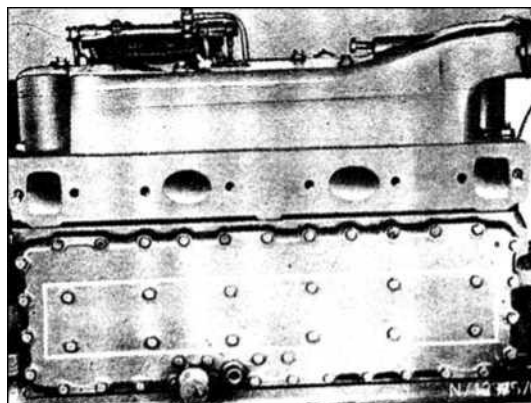

РИС. 129
- Не откручивайте 12 болтов в центре радиатора теплообменника, так как они просто удерживают вместе две половинки охладителя (рис. 129).